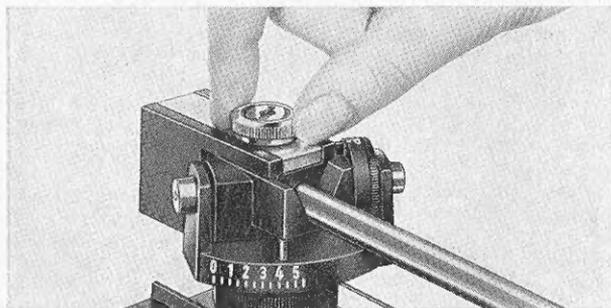
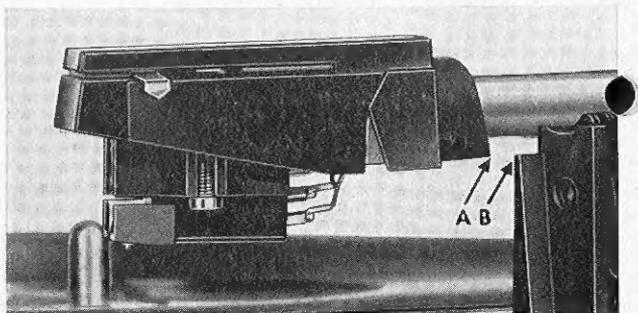

Fig. 9
Fig. 10
2. Der Tonarm wird entriegelt, von der Stütze abgehoben und das Tonarmausgleichsgewicht durch Drehen des Drehknopfes verschoben, bis sich die genaue Balance des Tonarmes ergibt (Fig. 9). Der Tonarm ist genau ausbalanciert, wenn Kante „A“ des Tonarmkopfes und Kante „B“ der Tonarmstütze auf gleicher Höhe sind (Fig. 10), oder wenn der Tonarm sich nach Vertikalbewegung wieder von selbst in die horizontale Lage einpendelt.